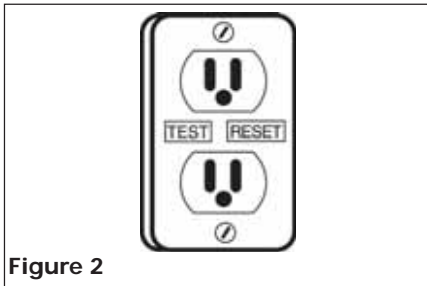

Figure 2
1. Il faut installer un disjoncteur de fuite à la terre (Voir la Figure 2).